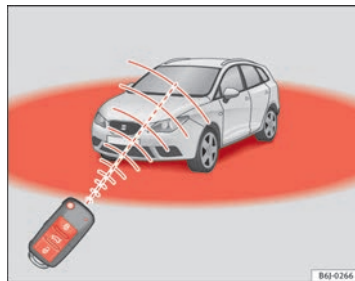

Fig. 47 Périmètre d'action de la radiocommande
D'autre part, le témoin de la pile de la clé  $\Rightarrow$  fig. 47, clignotera.
- La radiocommande fonctionne uniquement lorsque vous vous trouvez dans son périmètre d'action → fig. 47.